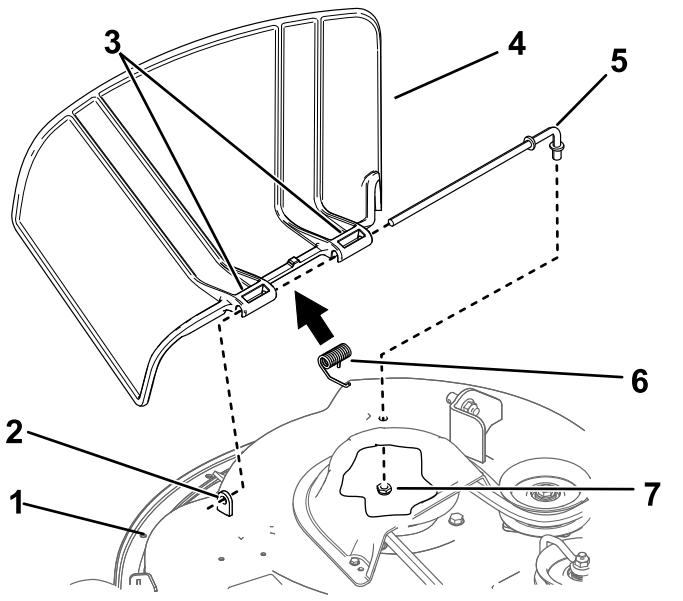

Figure 68
1. Retirez l'écrou ($\frac{3}{8}$ po) de la tige, sous le tablier de coupe (Figure 68).
2. Sortez la tige de la courte cheville de positionnement, du ressort et du déflecteur d'herbe (**Figure 68**).
4. Montez le nouveau déflecteur d'herbe (**Figure 68**).
7. Insérez la tige dans le second pivot du déflecteur d'herbe (**Figure 68**).
9. Fixez l'extrémité arrière de la tige dans le tablier de coupe à l'aide d'un écrou (3/8 po), comme montré à la **Figure 68**.